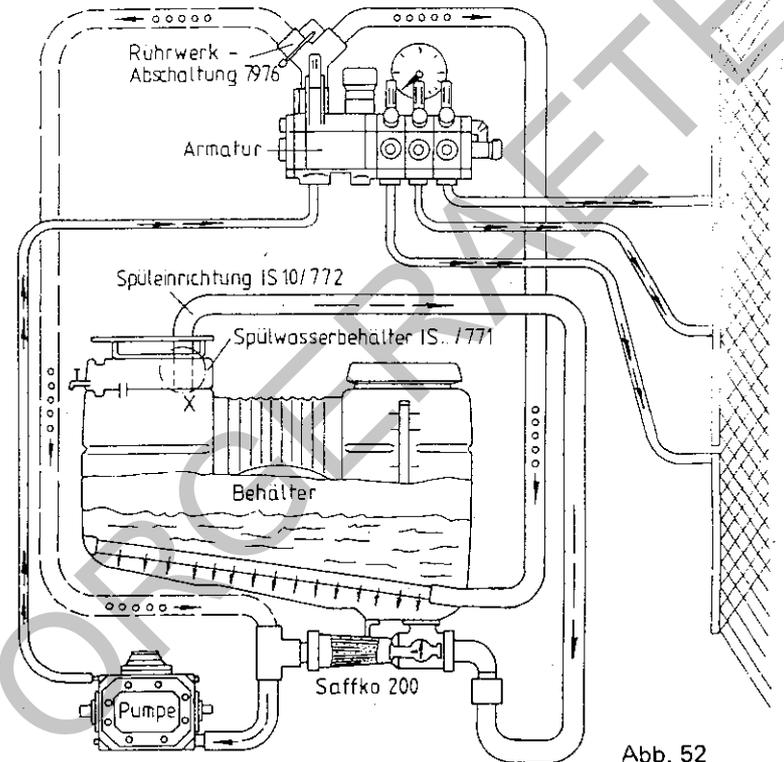

Abb. 52
4. Spülwasser-Absaugschlauch laut Abb. 52 verlegen und mit Schnellverschluß an Kupplung an Saugarmatur anschließen.
- a. Rücklauf mit Rührabschaltung Typ 7976 zur Pumpe zurückleiten, Abb. 52, oder